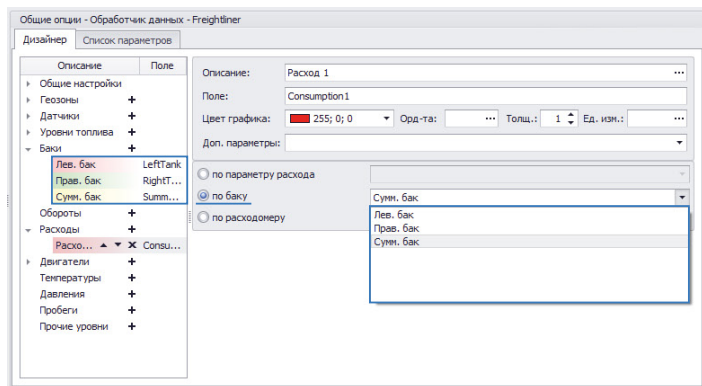

Рис.43. Расчет расхода по изменению уровня топлива в баке.
- в настройках параметра расхода выбрать опцию «по баку», затем в выпадающем списке выбрать ранее настроенный бак (Рис.43).